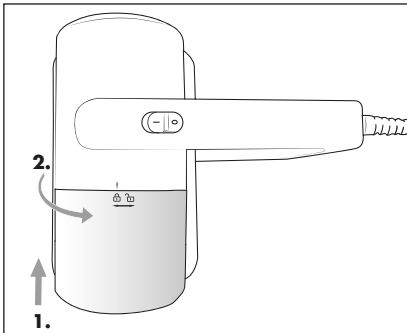

Abb. 9
- 8) Setzen Sie den Staubbehälter **4** so in das Gerät, dass die Markierung am Gerät über dem Symbol  (offen) steht. Drehen Sie den Staubbehälter **4** im Uhrzeigersinn, bis die Markierung am Gerät über dem Symbol  (geschlossen) steht (Abb. 9).